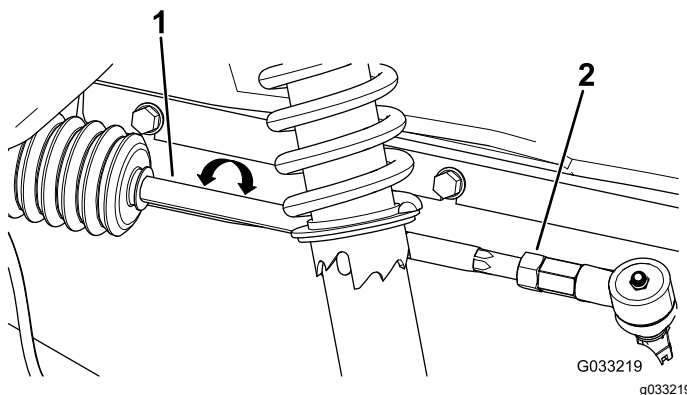

Figure 58
2. Si la mesure n'est pas comprise entre 0 et 6 mm (0 et ¼ po), desserrez les écrous de blocage aux extrémités extérieures des biellettes (Figure 58).